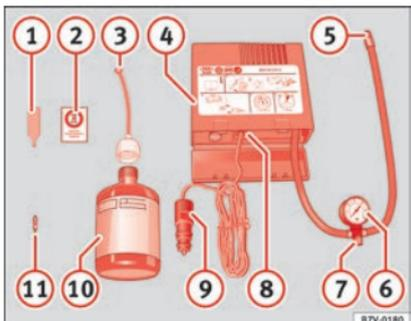

Fig. 48 Representação standard: conteúdo do kit antifuros.
- Desenrosque a proteção e o obus da válvula do pneu. Utilize o aparelho »» Fig. 48 ① para retirar o obus. Coloque-o numa superfície limpa.
- Agite com força a garrafa de vedante de pneus »» Fig. 48 ⑩.
- Enrosque o tubo de enchimento »» Fig. 48 ③ na garrafa de vedante. O selo da garrafa partir-se-á automaticamente.
- Remova o tampão do tubo de enchimento »» Fig. 48 ③ e enrosque a extremidade aberta do tubo na válvula do pneu.
- Volte a colocar o obus com o aparelho »» Fig. 48 ① na válvula do pneu.
- Enrosque o tubo de enchimento do pneu do compressor »» Fig. 48 ⑤ na válvula do pneu.
- Verifique se o parafuso de evacuação de ar está enroscado »» Fig. 48 ⑦.
- Ligue o conector »» Fig. 48 ⑨ a uma tomada de corrente de 12 volts do veículo »» ícone Página 130.
- Ligue o compressor de ar com o interruptor ON/OFF »» Fig. 48 ⑧.